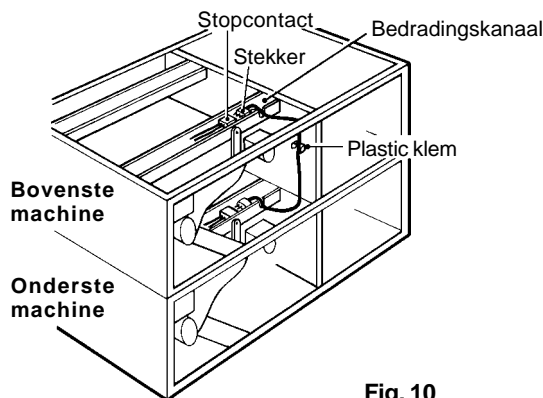

Fig. 10
15) Sluit de snoeren (met driewegstekker) in het bedringskanaal van de onderste machine aan op het stopcontact van de middelste of bovenste machine, die bij stap 10 was verwijderd. Bevestig de snoeren met behulp van de meegeleverde plastic klem. Plaats de plastic afdekking terug. Zie fig. 10.